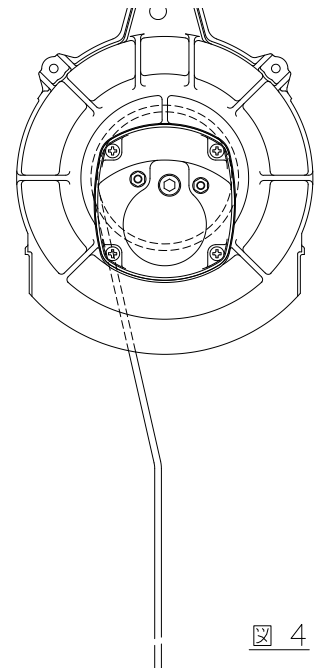

図 4
- 2) ワイヤロープのロック管側を図 4 のようにロープを通し、ドラムの取り付け穴の大きい方へ差し込む。